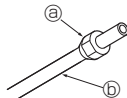

Fig. 5-5
5.2.3. Montarea piulițelor (Fig. 5-5)